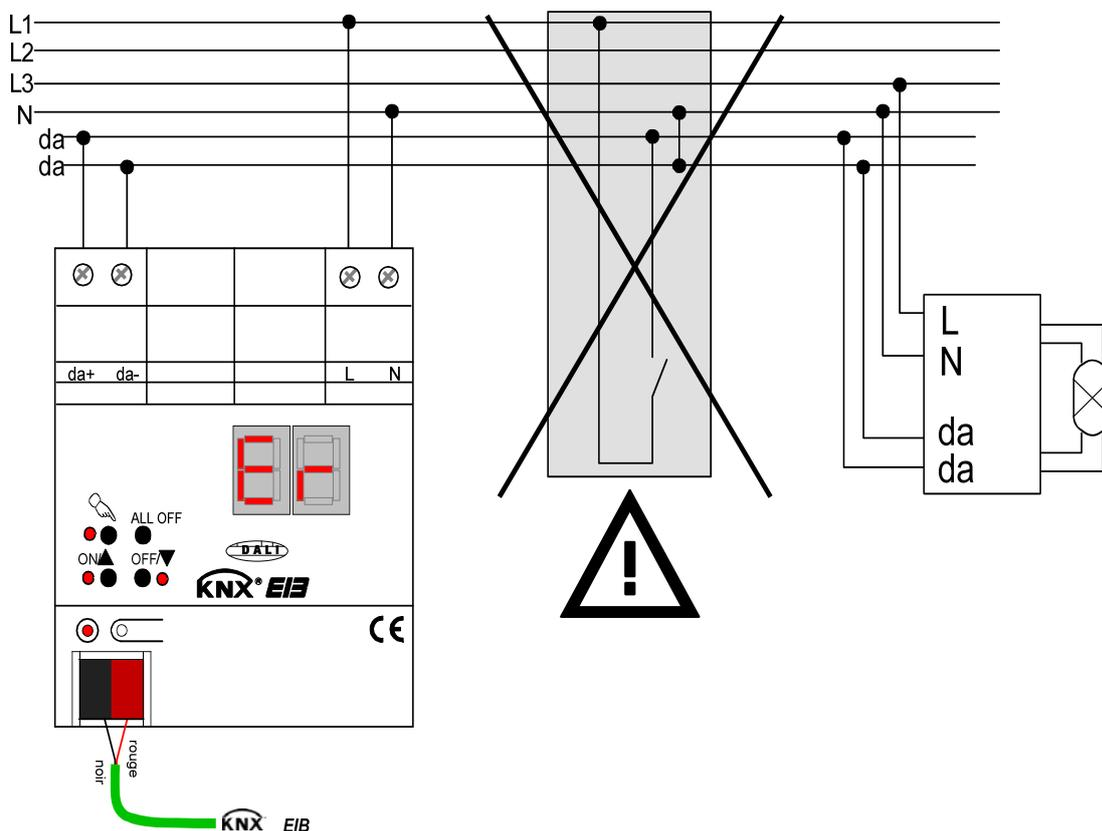

Fig. 2: Eliminer les autres dispositifs de commande du système DALI
- Enlever tous les dispositifs de commande correspondants suivant Fig. 2 ou s'assurer qu'il n'existe plus d'autres points de commande.